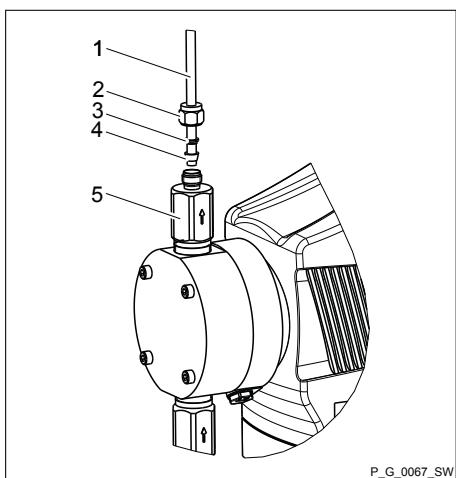

Рис. 11: Исполнения SS
1. Надвиньте накидную гайку (2) и зажимные кольца (3, 4) с выступом около 10 мм на трубу (1); см. Рис. 11.
2. Вставьте трубу (1) до упора в клапан (5).
3. Затяните накидную гайку (2).